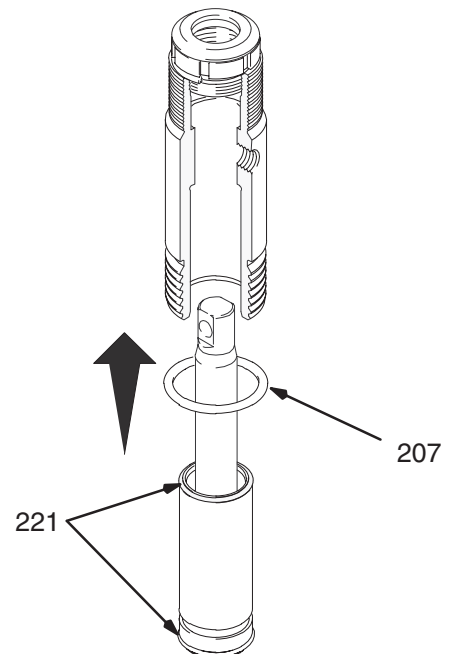

Fig. 17
Fig. 17. Smør o-ringene (221) og sett dem på foringen. Skyv foringen/stempelstangenheten inn i bunnen av sylindren. O-ring (207) kan skiftes ut hvis du ønsker det.